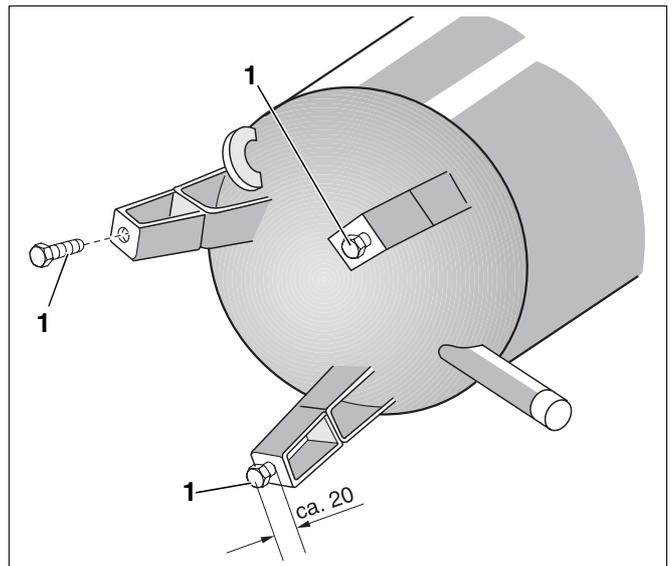

Abb. 3 Nutzung der Befestigungsschrauben als Fußschrauben (Prinzipabbildung)
- Befestigungsschrauben als Fußschrauben (Abb. 3, Pos. 1) bis auf ca. 20 mm in die Speicherfüße eindrehen.